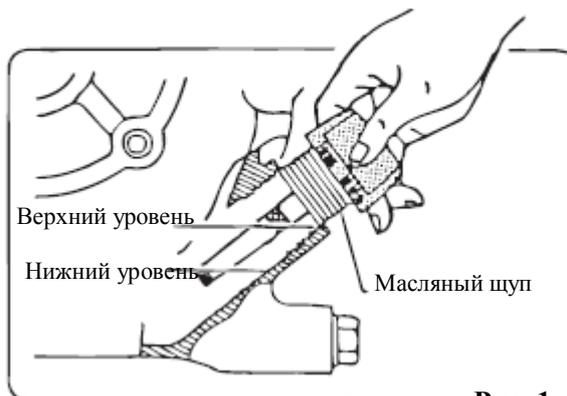

Рис. 1
6. Чтобы проверить уровень масла, поставьте машину на ровную поверхность. При необходимости долейте требуемое количество масла (см. рис. 1).